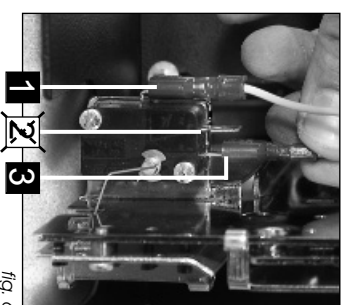

fig. 6
6. Utilizzare i due fili collegati alla scheda elettronica TDM, connettore 2poli. Inserire uno dei due nel contatto COMUNE (n°1) e l'altro nel contatto NO* (n°3) della gettoniera (fig. 6).